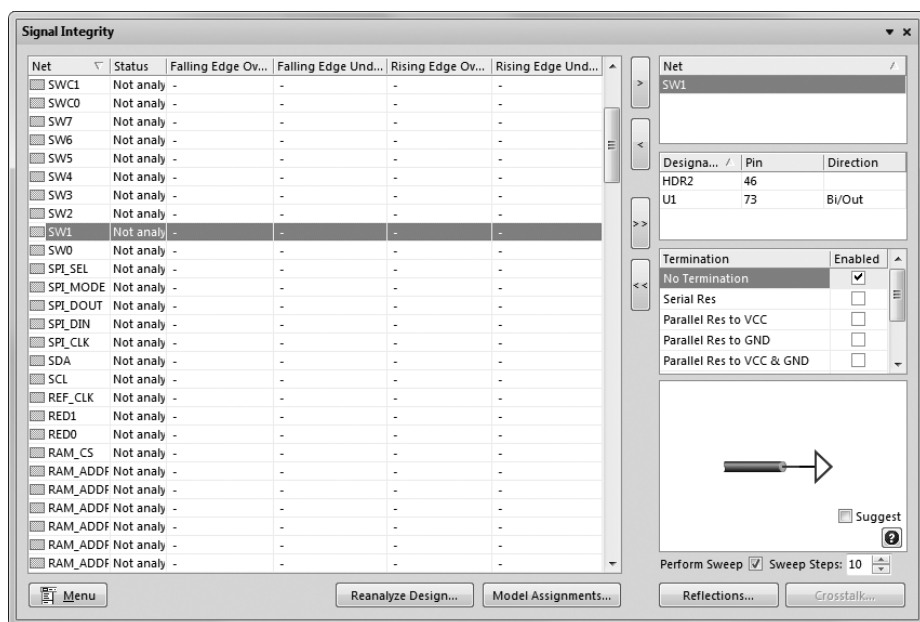

图 13-39 选择 SW1 信号
- （3）选中 SW1 信号，单击 按钮将 SW1 信号添加到“Net”（网络）窗口中，在下面窗口中显示出与 SW1 信号有关的元器件 HDR2、U1，如图 13-39 所示。